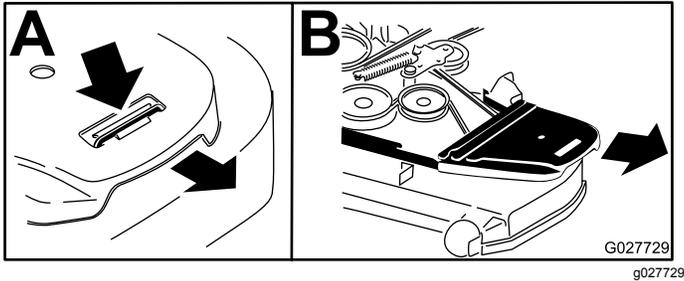

Figure 78
5. Retirez le couvercle de courroie en plastique (Figure 78).
4. Retirez les couvercles de courroie (Figure 78).